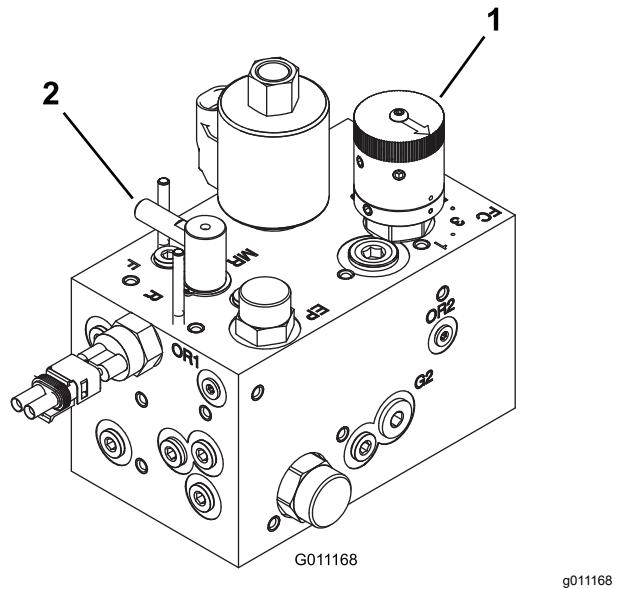

Рисунок 47
- Поверните ручку регулятора частоты вращения барабана (Рисунок 47) на определенный при выполнении пункта номер, обозначающий частоту вращения барабана 1.